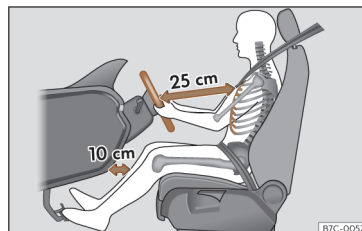

Fig. 13 La separación correcta entre el conductor y el volante debe ser de 25 cm como mínimo (10 pulgadas).
- Ajuste el volante de modo que quede a una distancia de, por lo menos, 25 cm (10 pulgadas) del esternón»» fig. 13 y lo pueda sujetar con ambas manos por los lados, por
- Ajuste longitudinalmente el asiento de forma que pueda pisar a fondo los pedales con las rodillas ligeramente flexionadas y que quede una distancia entre la zona de las rodillas y el tablero de instrumentos de al menos 10 cm (4 pulgadas)»» fig. 13.